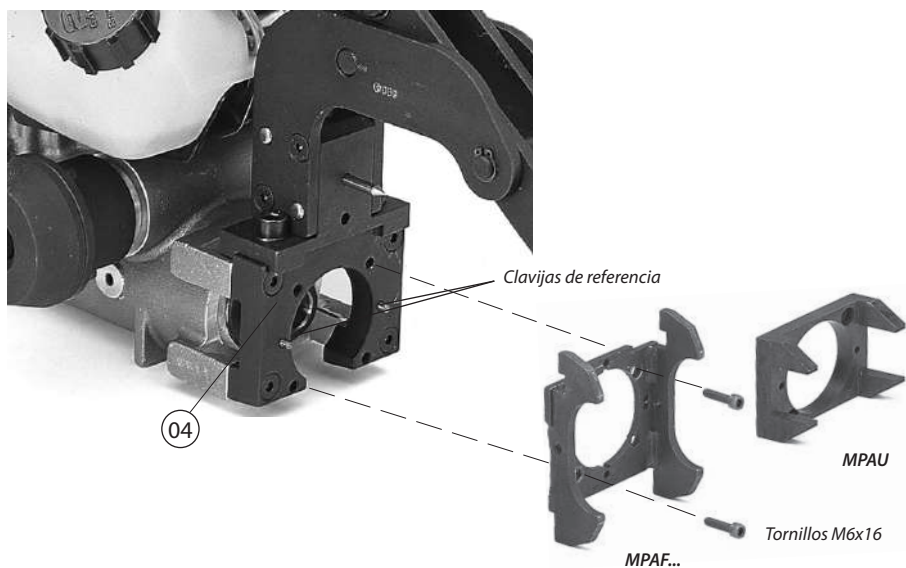

FIG. 15 – MONTAJE DE LAS PLANTILLAS
7.3) Montaje de las plantillas de colocación (Ref. a Fig. 15)